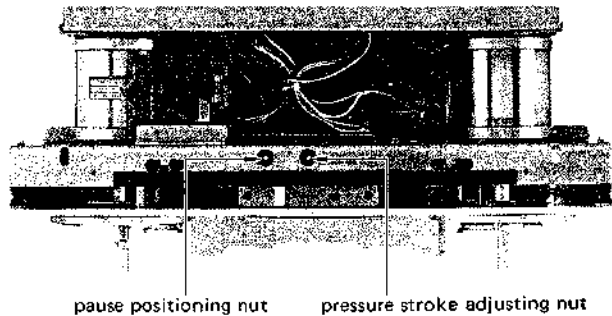

Fig. 2-4 Pause position and pinch roller pressure stroke adjustments
2. Adjust by turning the pressure stroke adj. nut (Fig. 2-4) so that the clearance between the pin and the stopper cushion is about 1.0mm.
2. 図2-4に示す圧着ストローク調整ナットにより、図2-6に示すようにピンとストッパークッションのすき間を約1mmに調整する（ピンとストッパークッションが離れていて、すき間が確認出来れば良い）。